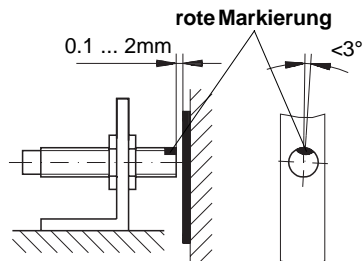

Abb. 7: Ausrichtung des Sensors Typ F
- Abstandmaße zwischen Sensor und Magnetband sowie Winkeltoleranzen beachten, diese müssen über die gesamte Messstrecke eingehalten werden! (siehe Abb.7 und 8)